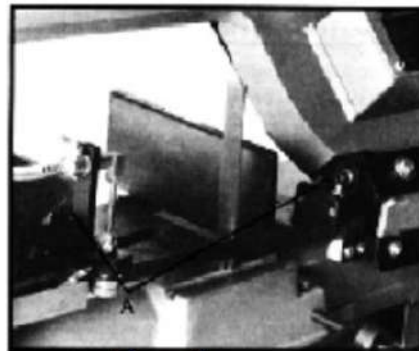

Рис. 4
2. Положите на стол возле лезвий металлический угольник, как показано на Рис. 4.